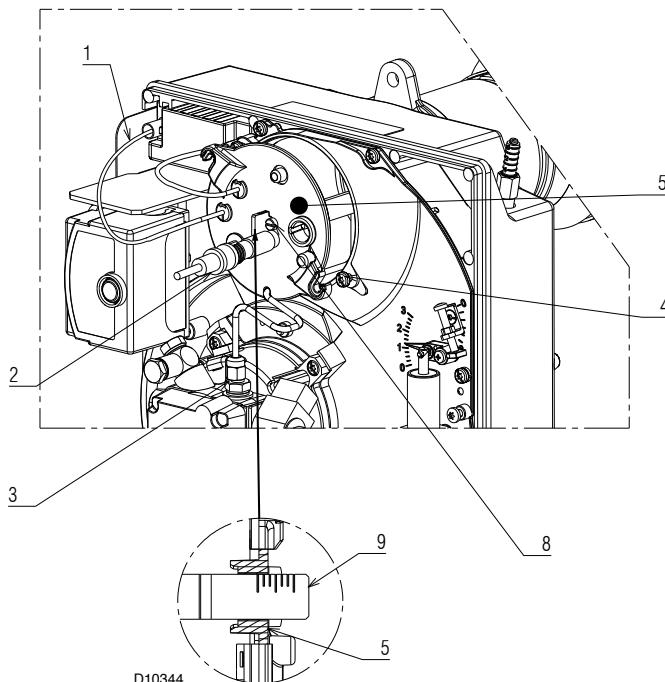

Fig. 21
- Débrancher les petites câbles 1) (Fig. 21) de la boîte de contrôle, le détecteur de flamme 2) et dévisser l'écrou 3) de la pompe.